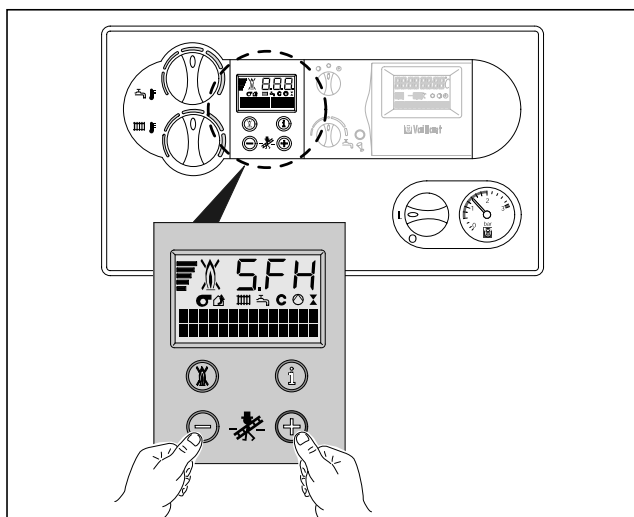

Fig. B.11: Skorstensfejderift
- Aktivér skorstensfejderift ved samtidigt tryk på tasterne „+“ og „-“ i DIA-systemet (fig. B.11)
- Foretag målingen af røggas på prøvestuds (1) (fig. B.11). Målinger i luftindtaget kan foretages på prøve-studs (2).